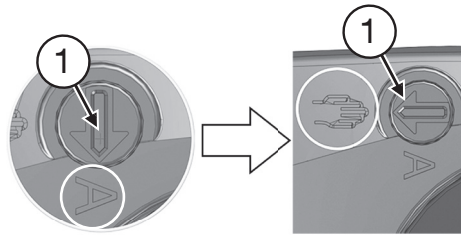

Abb. 11
2. Betriebsschalter (1) auf Handbetrieb stellen. Dazu diesen mit einem Schraubendreher um 90° im Uhrzeigersinn drehen, so dass der Schlitz in waagerechter Position steht und die Pfeilspitze auf das Handsymbol zeigt (Abb. 11).